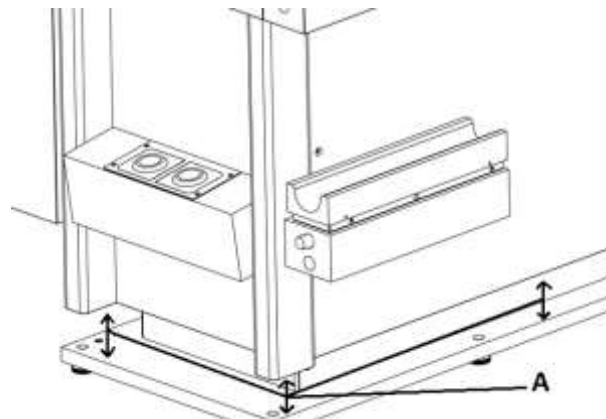

Abbildung 12: Gefahrenbereich
- A: In diesem Bereich (Abbildung 12) muss besonders in der Abwärtsbewegung auf liegende Gegenstände geachtet werden, da es in diesem Bereich zu einer Quetsch- bzw. Verletzungsgefahr kommen kann.